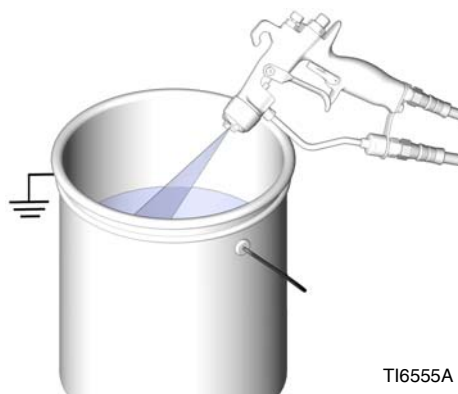

Рис. 11
5. Плотно прижмите металлическую часть распылителя/клапана к боковой поверхности заземленной металлической емкости. Нажмите на пусковой механизм пистолета для сброса давления. См. Рис. 11.